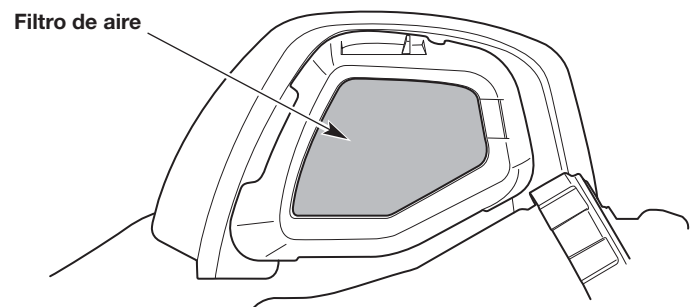

Fig. 32
2. Extraiga el filtro de aire (Fig. 32).
6. Vuelva a instalar el filtro de aire (Fig. 32).